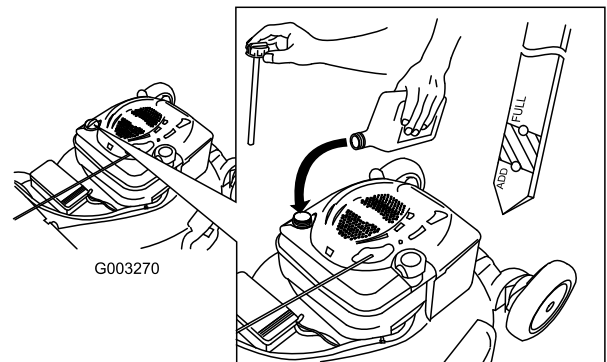

Bild 6
- Ziehen Sie den Peilstab heraus (Bild 6).
- Füllen Sie das Öl **langsam** in den Einfüllstutzen ein, um den Ölstand auf die Marke Voll am Peilstab anzuheben. **Bild 6 Füllen Sie nicht zu viel ein.** (Max. Füllstand: 0,59 l des Typs: Waschaktives SAE 30-Öl mit der Klassifizierung SF, SG, SH, SJ, SL oder höher durch das American Petroleum Institute (API).)